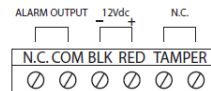

Figura 4: Cableado del tablero de bornes
- Para montaje en techo con soporte (con SB100), inserte el accesorio para techo (21) y oriéntelo según (23). Pase el cable por (17) y por el orificio (2) de la placa posterior. Asegure el soporte al techo con los tornillos en (16). Asegure la placa posterior con un tornillo en (4) sobre el soporte en (18).
- Para montaje en pared con soporte (con SB100), inserte el accesorio para pared (22) y oriéntelo según (24). Pase el cable por (20) y por el orificio (2) de la placa posterior. Asegure el soporte a la pared con los tornillos en (16). Asegure la placa posterior con un tornillo en (4) sobre el soporte en (19).
6. Instale las placas de circuito impreso sobre la placa posterior. Conecte los cables al panel de la terminal (1) según la Figura 4.